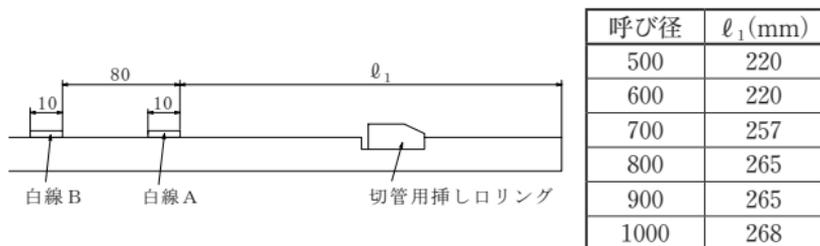

図 52 白線表示位置
(10) 挿し口に白線 A、B を明示する (図 52 参照)。